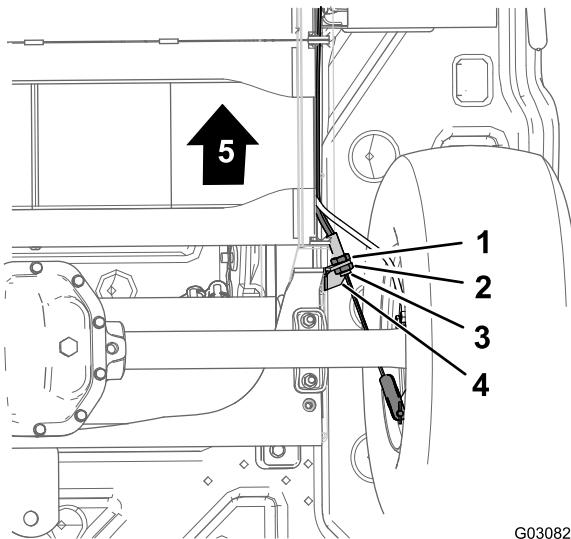

Figure 48
3. Au bas de la machine, desserrez de 4 trous l'écrou de blocage arrière du régleur fileté sur le câble de frein de stationnement (Figure 48).
4. Resserrez l'écrou de blocage avant (Figure 48).
- A. Desserrez d'un tour l'écrou de blocage avant (Figure 48) du régleur fileté du câble de frein de stationnement.
- B. Resserrez l'écrou de blocage arrière (Figure 48).
- A. Desserrez d'un tour l'écrou de blocage arrière (Figure 48) du régulateur fileté du câble de frein de stationnement.
- B. Resserrez l'écrou de blocage avant (Figure 48).